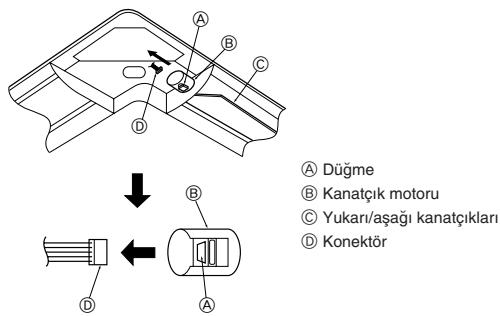

Fig. 5-9
5.5. Yukarı/aşağı hava akımı yönünün sabitlenmesi (Fig. 5-9)